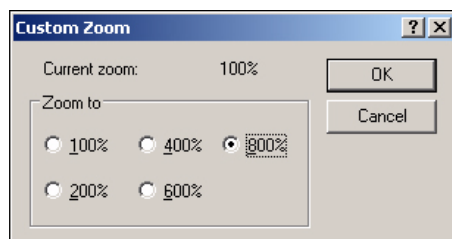

Рисунок 5-58: Масштаб пользователя
- 2 Выберите опцию *“View > Zoom > Custom”* (просмотр в масштабе пользователя). Появится диалоговое окно *“Custom Zoom”* (масштаб пользователя) (смотрите Рисунок 5-58).